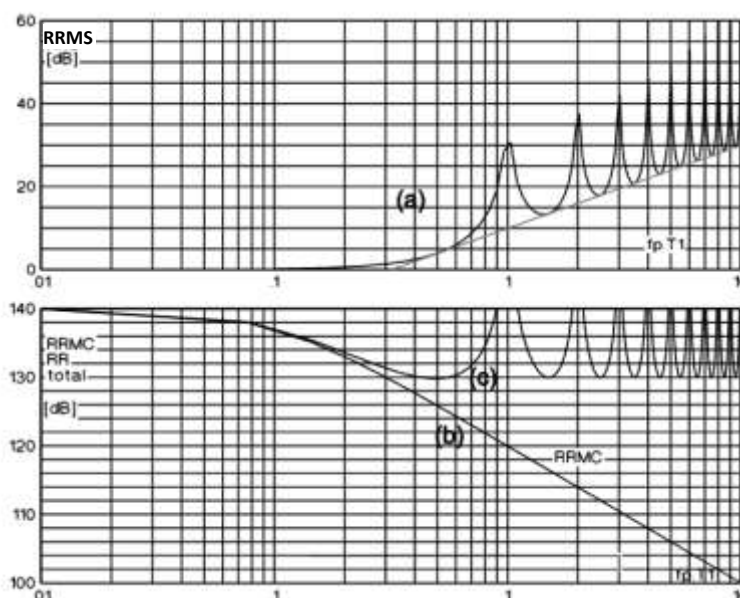

Figura 4
Raportul rejecției serie este o funcție de frecvență (figura 4.a) și tinde la infinit când este îndeplinită condiția $T_I = m \cdot T_p$, unde $T_p = 1/f_p$ este perioada semnalului perturbator suprapus peste tensiunea continuă măsurată.
În figura 4.b) sunt reprezentate dependența RRMC și rejecția totală a voltmetrului cu dublă integrare cu frecvență, caracteristică obținută prin sumarea celor două componente ale rejecției.
- se trasează graficul $RRMS(f)$ utilizând interpolarea pe baza caracteristicii teoretice (figura 4.a.).
- se trasează graficul $RRMC(f)$ ținând cont de cel teoretic, figura 4.b)
- se reprezintă grafic rejecția totală a multimetrului digital prin sumarea celor două componente ale rejecției și de reprezentarea din figura 4 c)